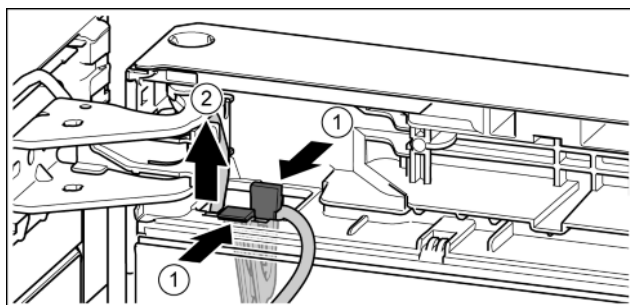

Fig. 20
- Nacisnąć nakładkę. Fig. 20 (1)
- Uchwyt kabla wyjąć wraz z zamocowanym kablem. Fig. 20 (2)